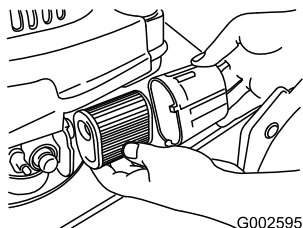

Figura 28
2. Gire la tapa del filtro de aire para retirarla (Figura 28).